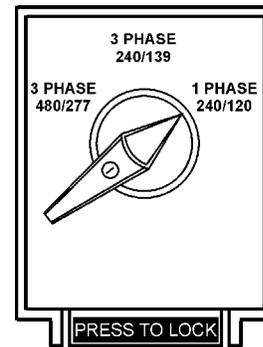

Figure 38. Sélecteur de tension
- Placez le **sélecteur de tension** dans la position de tension désirée (Figure 38).